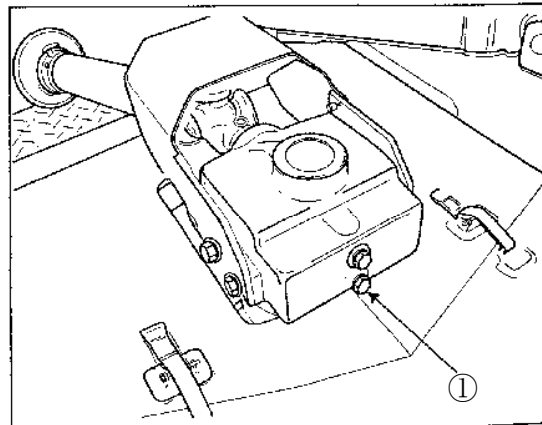

Figure 23
2. Drain the oil by unscrewing the drain plug ①. Discard the oil, Figure 23.
2. Vidanger l'huile en retirant le bouchon de vidange ①. Mettre l'huile usagée au rebut, Figure 23.